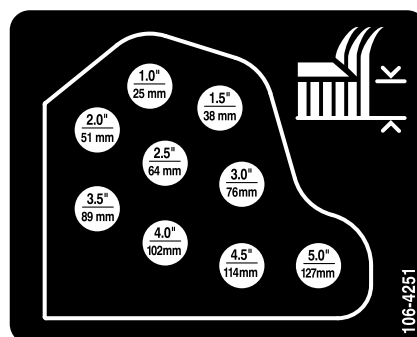

Figura 17
- Monte as correntes da altura de corte no orifício da altura de corte desejada (Figura 17) com o contrapino e pino de segurança.